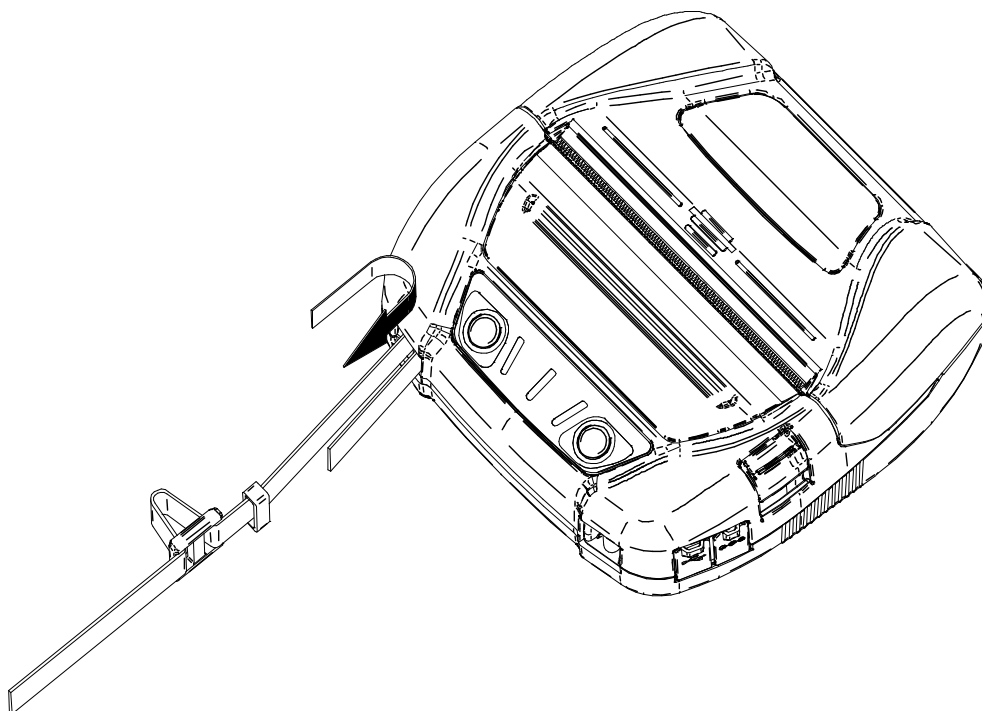

Figura 14-4 Instalação da alça de ombro (1)
- (1) Passar a ponta da alça de ombro através da parte de instalação da impressão, como mostrado na Figura 14-4.